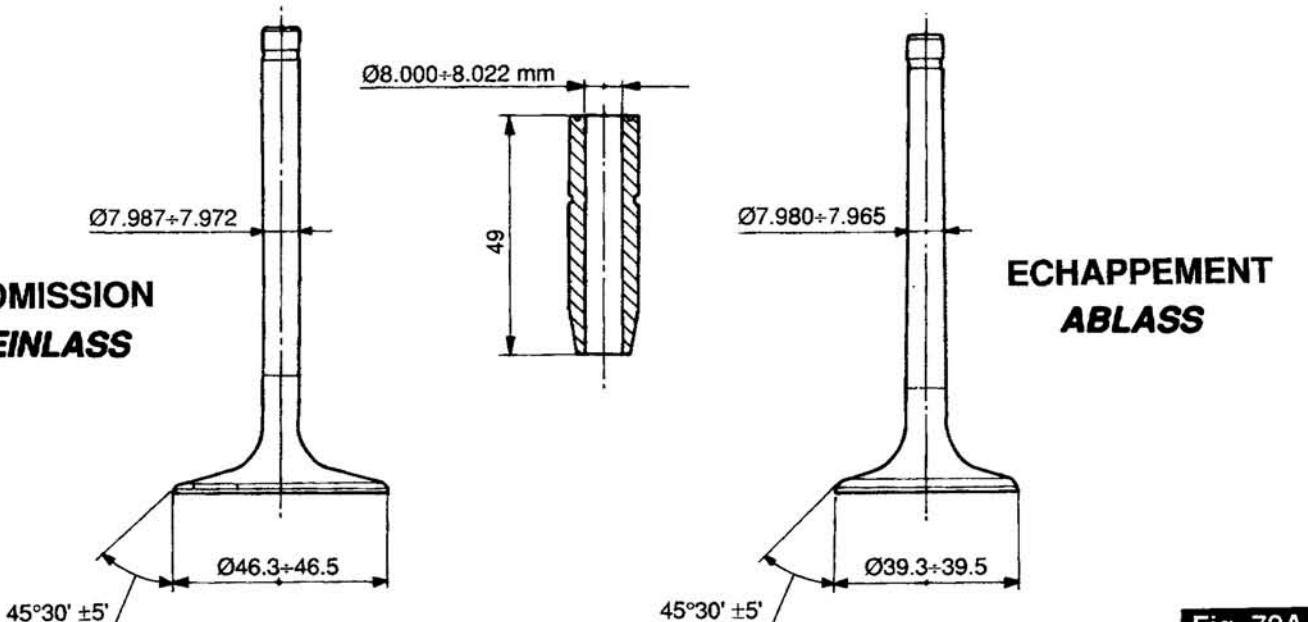

Fig. 72A
- pressez les guides de soupapes à l'aide du pointeau; réalisez le diamètre des trous de coulissement des tiges de soupapes à la valeur prescrite (Fig. 72A).
- mit der Stanze die Ventilführungen festdrücken; mit einer Reibahle die Ventile nacharbeiten und hierbei den Innen-Ø auf den vorgeschriebenen Wert vergrößern (Fig. 72A).